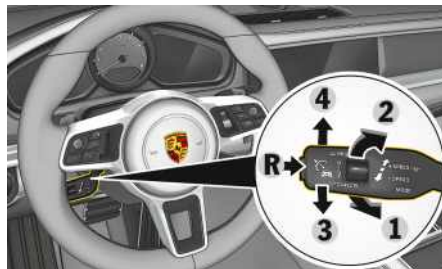

Fig. 171: Utilisation du régulateur de vitesse adaptatif
1. Poussez le levier de commande du volant vers l'avant (fig. 171).